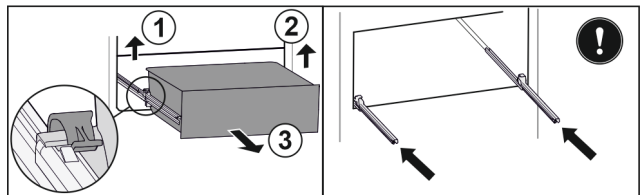

Fig. 156
- Підняти лівий затискач і одночасно висувний ящик ліворуч потягнути вперед. Fig. 156 (1)
- Підняти правий затискач і одночасно висувний ящик праворуч потягнути вперед. Fig. 156 (2)
- Вийняти висувний ящик рухом вперед. Fig. 156 (3)